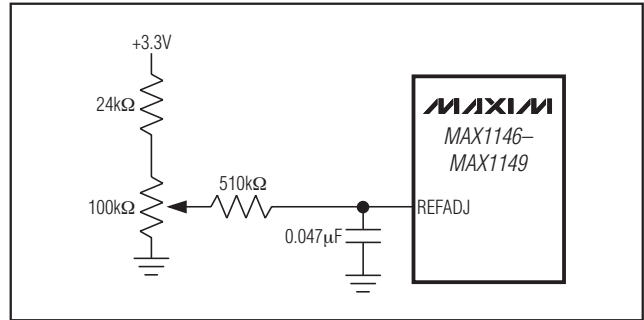

図13. リファレンス調整回路
- 2) 外部リファレンスをREFADJに印加して内蔵リファレンスバッファを使用する(図13)。